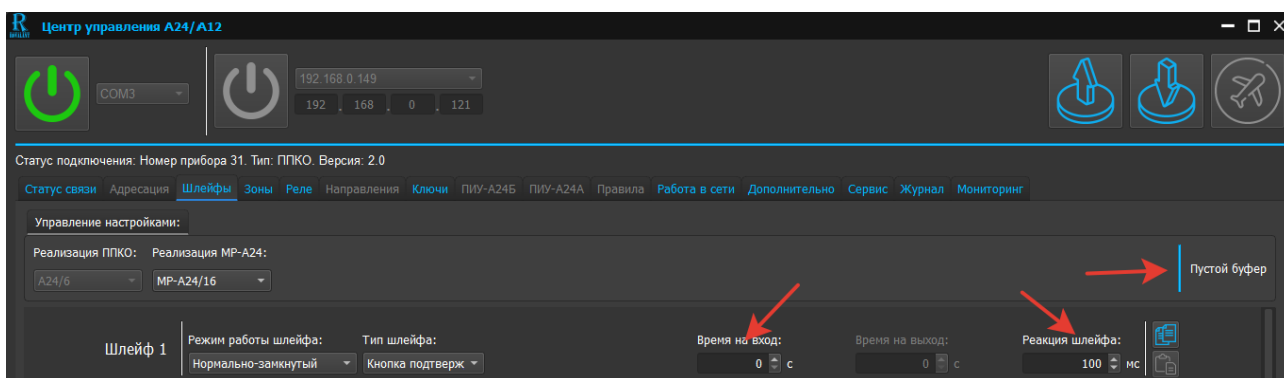

Рис. 30. Скриншот окна редактирования ШС типа «Кнопка подтвержд.»
6.1.7 Редактирование ШС типа «Кнопка подтвержд.» (см. рисунок 30)